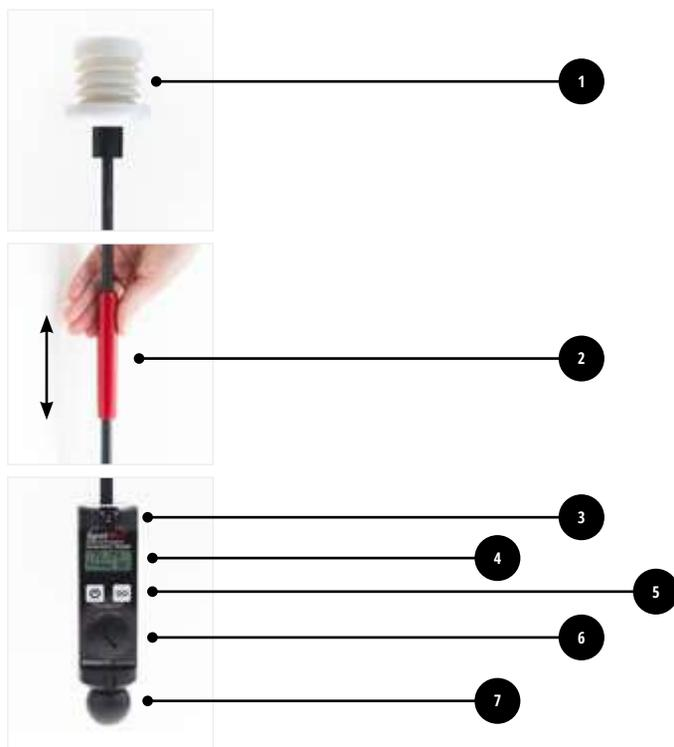
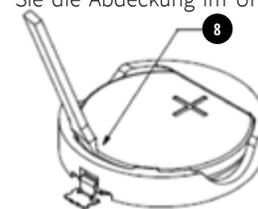

Fig. 1
Fig. 8
Schrauben Sie die Abdeckung des Temperatursensors ab. Als nächstes entriegeln Sie den Pol von der Polklemme (3), wie in Abb. 1 dargestellt, mit einem festen Händedruck, wie in Abb. 2 zu sehen. Dann klappen Sie den Pol auf und schieben die Schiebepolverriegelung (2) von Abb. 1 komplett über die flexible Feder, wie in Abb. 1 gezeigt. Nach dem Gebrauch des Messgeräts schieben Sie die Schiebepolverriegelung wieder gegen die Anschlagshülse zurück und falten den Pol wieder mit einem festen Händedruck neu in die Pol-Halteklammer (3), indem er zurück schnappt, siehe Abb. 1. Anschließend wird die Abdeckung des Temperatursensors ersetzt, um die Strahlungsabschirmungen vor Schmutz oder Stößen zu schützen.
Schalten Sie das Messgerät ein und warten Sie auf den aktuell gemessenen Temperaturwert, nachdem der Batteriestatus auf dem Bildschirm angezeigt wird. Es müssen keine anderen Tasten gedrückt werden, um die aktuelle Lufttemperatur zu messen. Halten Sie das Ende des Temperatursensors (1), wie auf Abb. 1, auf Gestängehöhe und schwenken Sie es hin und her, bis Sie auf dem LCD-Display einen stabilen Temperaturwert sehen. Bitte beachten Sie, dass ein blinkender Temperaturwert bedeutet, dass sich der Sensor noch auf die aktuelle Lufttemperatur einstellt. Bewegen Sie den Sensor weiter hin und her, bis der angezeigte Temperaturwert konstant ist und ohne blinken angezeigt wird. Das deutet auf eine stabile Temperaturablesung hin.
Schalten Sie das Messgerät ein und warten Sie, bis das Display die aktuelle Temperatur anzeigt. Drücken Sie dann GO, um die erste Inversionslesesequenz zu beginnen. Folgen Sie die Anweisungen auf dem Bildschirm, um das Kugelstück (7) von Abb. 1 in einer Höhe von 2 m (6,5 Fuß) zu halten. Verwenden Sie den Inversion Tester, um diese Höhe einzustellen; es ist 1 Meter lang und kann daher zum Abmessen verwendet werden, indem das Schild-Ende auf den Boden gelegt wird und die Höhe des Kugelstücks wie in Abb. 3 gezeigt, notiert wird. Dann das Kugelstücks hochziehen, bis das Schild-Ende bei 1 m Höhe steht, wie in Fig. 4 gezeigt. Damit wird das Kugelstück auf eine Höhe von 2 m (6,5 Fuß) gesetzt. Drücken Sie die GO-Taste, um die Lesesequenz für den unteren Temperaturmesswert zu starten. Während Sie das Kugelstück des Messgeräts auf einer Höhe von 2 m (6,5 Fuß) halten, schwenken Sie den Sensor schnell hin und her, um die Luftströmung zu verbessern, wie in Abb. 5 abgebildet (große Wellen führen zu einer schnelleren Reaktion). Schwenken Sie weiter hin und her, bis das Display piepst und "DONE" anzeigt. Drehen Sie nun das Messgerät um, damit das Sensoren-Ende gerade nach oben in den Himmel zeigt, während Sie das Kugelstück weiterhin auf einer Höhe von 2 m halten, wie auf Abb. 6 zu sehen. Drücken Sie die GO-Taste, um die Ablesesequenz für die obere Temperatur zu starten. Befolgen Sie die vorherigen Anweisungen zum Schwenken und Warten bis der obere Wert vollständig gemessen wurde. Das Display zeigt jetzt entweder "INVERSION PRESENT!" Oder "NO INVERSION" an, basierend auf den aufgezeichneten Temperaturwerten, wie in Abb. 7 gezeigt. Die Inversionsintensität wird in °C oder °F angegeben. Das Display wird eine Minute lang zwischen dem Inversionsergebnis und der Intensität wechseln, bevor es sich automatisch abschaltet. Hinweis: Dieses Messgerät erfasst solange keine Temperaturmesswerte, bis die Software einen stabilen Wert erkannt hat. Daher wird die "Schwenkzeit" länger sein, wenn sich das Messgerät in einer Umgebung befindet, die wesentlich heißer oder kälter ist als dort, wo es gelagert wurde.
Das Display zeigt "REPLACE BATTERY!", wenn die Batterie gewechselt werden muss. Es ist nicht erforderlich, die Batterie bei einem Wert von 25% oder höher auszutauschen. Die Schraubenabdeckung (6) von Abb. 1 wird durch Drehen gegen den Uhrzeigersinn entfernt. Zum Lösen der Abdeckung ist möglicherweise ein Schraubenzieher erforderlich. Ziehen Sie die alte Batterie vorsichtig mit einem kleinen Messer oder einem kleinen Schraubenzieher heraus, wie in (8) auf Abb. 8 dargestellt, und achten Sie darauf, die Batteriehalterung nicht zu beschädigen. Tauschen Sie sie durch eine neue CR2032 Lithium-Knopfzellenbatterie aus und ersetzen Sie die Schraubenabdeckung. Ziehen Sie die Abdeckung im Uhrzeigersinn fest, bis die O-Ring-Dichtung leicht zusammengedrückt ist.
Wenn die rote Schiebepolverriegelung (2) von Abb. 1 während des Schwenkens nicht an seinem Platz bleibt, versuchen Sie bitte folgendes: Mit der Schiebepolverriegelung in der gefalteten Position nehmen Sie eine Zange und drücken Sie vorsichtig das Ende des roten Rohrs entgegen der Feder. Dies führt dazu, dass das innere Messingrohr leicht unrund wird, sodass man die Feder greifen kann, wenn es in die verriegelte Position geschoben wird.